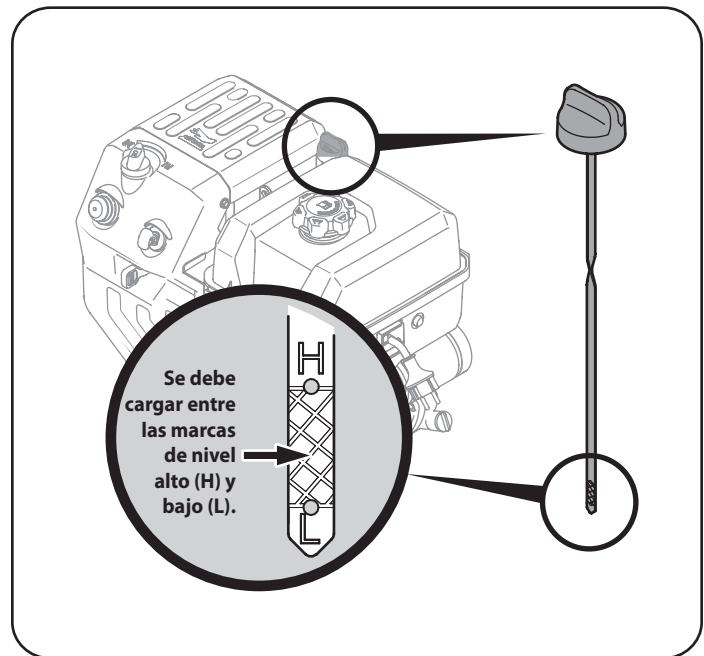

Figura 18
3. Saque la varilla de medición/la tapa de aceite del tapón. Si el nivel es bajo, agregue aceite lentamente (5W-30, con una clasificación mínima de SF/SG) hasta que el nivel registrado esté entre los puntos alto (H) y bajo (L). Vea la Figura 18.